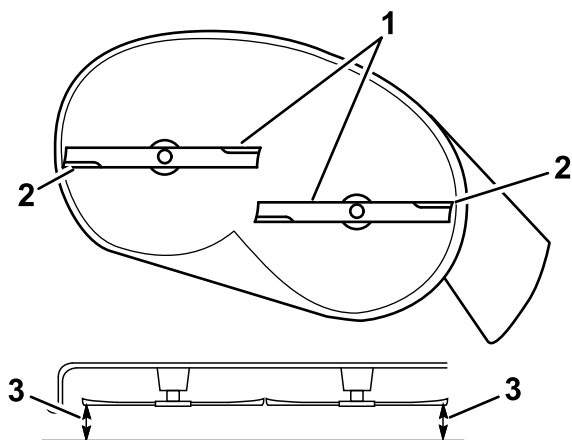

Figura 59
- Mida entre los bordes de corte exteriores y la superficie plana (Figura 59).